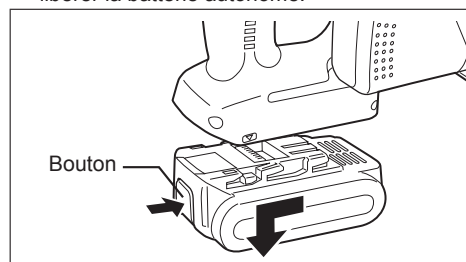

Fig. 3
2. Pour retirer la batterie autonome (Voir la fig. 3)